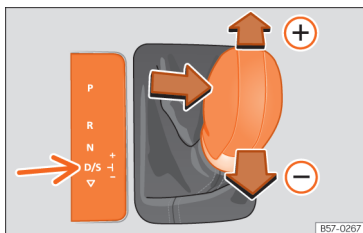

Fig. 91 Alavanca seletora na posição Tiptronic
- Empurre a alavanca para a frente (+) ou para trás (-) para engrenar uma mudança mais alta ou mais baixa >>> Fig. 91.